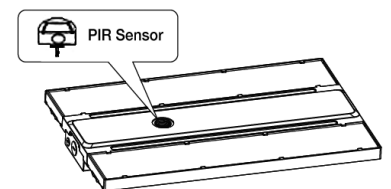

Figure 10
STEP 2: Twist-lock the DC sensor to the base properly. See Figure 10.
ÉTAPE 2: Serrez correctement le capteur c.c. au socle en le vissant. Voir la Figure 10.